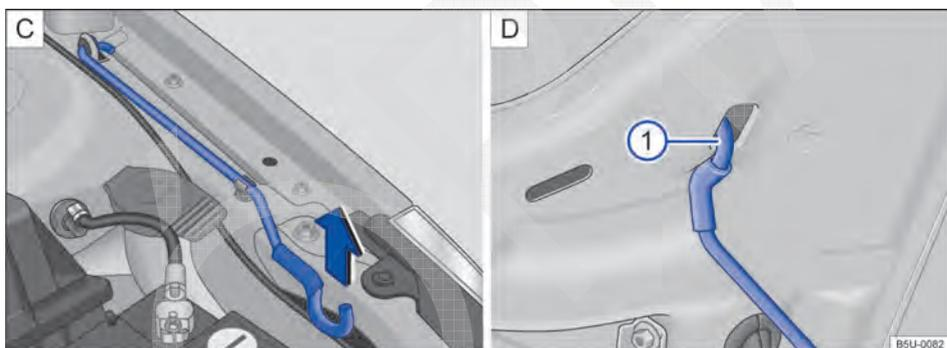

Fig. 149 **C** Haste de sustentação da tampa do compartimento do motor. **D** Tampa do compartimento do motor apoiada na haste de sustentação.
- Retirar a haste de sustentação do suporte no sentido da seta → Fig. 149 **C** e posicioná-la na abertura na tampa do compartimento do motor → Fig. 149 **1** **D**.
- Retirar a haste de sustentação do furo → Fig. 149 **1** **D** e encaixá-la no suporte do fecho → Fig. 149 **C**.